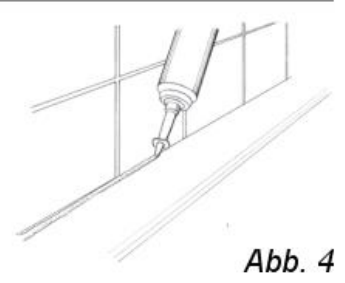

Abb. 4
5. Nehmen Sie den Führungsring von dem Zubehör-Set. Schneiden Sie 8 mm von dem Ende der Düse des Dichtungsklebstoffes etwas schräg ab, stecken Sie den Führungsring ungefähr 20 mm auf die Düse. Tragen Sie mit Hilfe einer Silikonpistole einen ununterbrochenen 4 mm breiten Streifen des Dichtungsklebstoffes entlang des Wannenrandes auf, ungefähr 3 mm entfernt von den Fliesen. Halten Sie die Leisten 1 gegen die Wand und schieben Sie diese nach unten auf den Dichtungsklebstoffstreifen, um den Wannenrand zu versiegeln (Abb. 4)